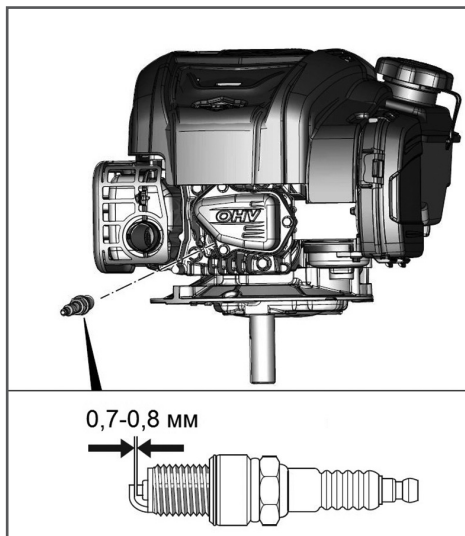

Рис. 23 Обслуживание свечи зажигания
4. Измерьте зазор между электродами свечи зажигания специальным щупом. Зазор должен быть 0,7-0,8 мм (Рис. 23). При необходимости, отрегулируйте зазор аккуратно подогнув/отогнув боковой электрод.